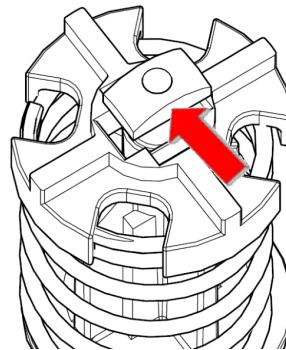

Figure 5
- Placer le levier de commutation en position « MARCHE » (haute) pour démarrer le moteur (Figure 5). La pompe devrait démarrer et se stabiliser à un régime de ralenti.
- Enfoncer la bague d'arrêt sur la cheville de blocage de la soupape de dérivation. Appuyer sur la bague d'arrêt (en comprimant le ressort) jusqu'à ce qu'elle soit complètement sous la cheville de blocage (Figure 5).